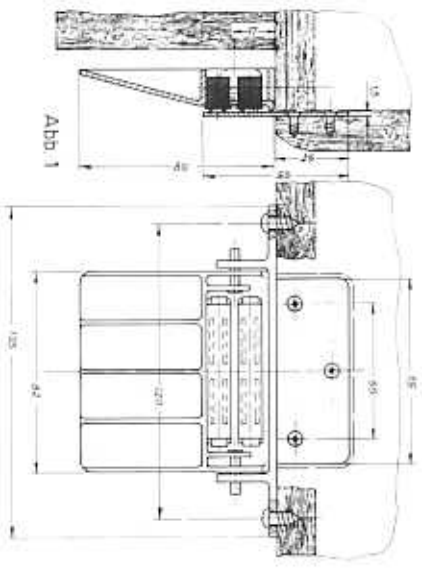

Abb. 1
1. Fußhebel mit Magneten a (Abb. 1)
2. Gegenplatte (55 x 75 mm) b (Abb. 1)
Der vormontierte Fußhebel wird unter den Schrankunterboden gegenüber der Schrankeintrittsseite angeschraubt. (Abb. 1) Die Langlöcher ermöglichen eine Feinjustierung, damit beide Magnete voll an der Gegenplatte anliegen.
Die Gegenplatte sollte in die Rückseite der Frontplatte eingelassen werden. Mit 3 Senkschrauben befestigen. (Abb. 1)
1. voethevel met magneten a (afb. 1)
2. tegenplaat (55 x 75 mm) b (afb. 1)
De voorgeïnstalleerde voethevel wordt onder de kastbodem aan de andere kant van de scharnierzijde vasgeschroefd. (afb. 1) De lange afstellinggaten maken een juiste afstelling mogelijk, zodat beide magneten nauwkeurig precies tegen de tegenplaat liggen.